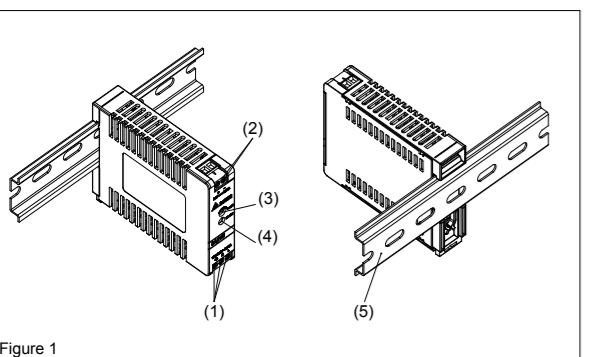

Figure 1
2. Gerätebeschreibung (Abb. 1)
5.1. Anschluss der Eingangsklemmen (Abb. 1, Abb. 5)
5.2. Anschluss der Ausgangsklemmen (Abb. 1 (2))
Verwenden Sie die Schraubklemmen „+“ und „-“ um den 24Vdc-Anschluss herzustellen. Am Ausgang stehen 24Vdc zur Verfügung. Die Ausgangsspannung kann am Potentiometer zwischen 21,6 und 26,4Vdc eingestellt werden. Die grüne LED „DC OK“ zeigt die korrekte Funktion des Ausgangs an (Abb. 1 (4)). Das Gerät verfügt über einen Kurzschluss-, Überlast- und Überspannungsschutz, der auf 34,8Vdc begrenzt ist.